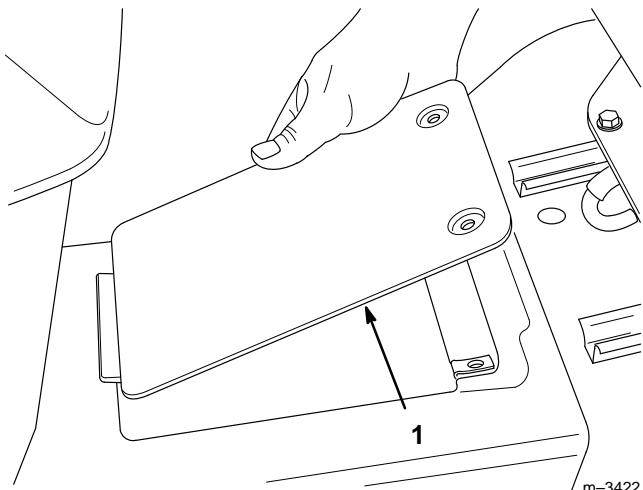

Abbildung 32
- Die Antriebswellen-Wartungsabdeckung am Traktortunnel neben dem Sitz öffnen, indem die beiden Befestigungsschrauben losgeschraubt werden und dann die Abdeckung angehoben wird (Abb. 32).